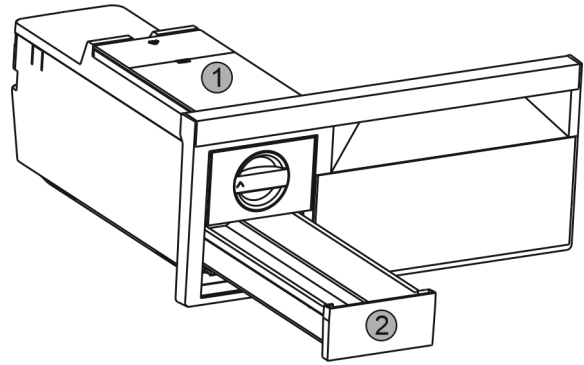

Fig. 19
- Wassertank Fig. 19 (1) und Eiswürfel-Schubfach Fig. 19 (2) entnehmen.